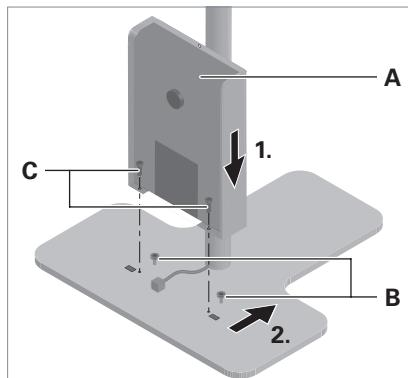

Fig. 2: Montare l'unità di alimentazione.
- ▶ Collegare l'unità di alimentazione **A** sulle viti **B** premontate sul piede dell'apparecchio, vedi Fig. 2.
- ▶ Spingere l'unità di alimentazione fino all'arresto in direzione del tubo di sostegno, vedi Fig. 2.
- ▶ Fissare l'unità di alimentazione al piede dell'apparecchio mediante le due viti **C** fornite in dotazione, vedi Fig. 2.